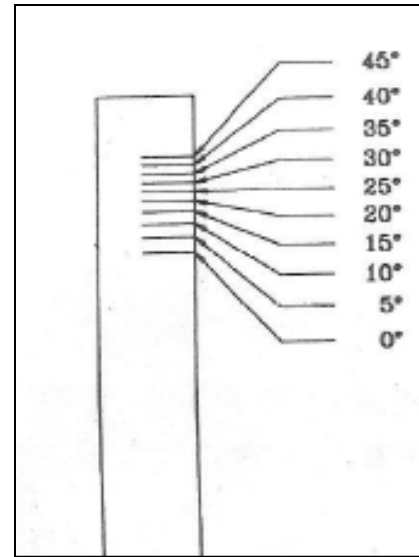

Figure 18
- ✓ Choisir l'angle d'affûtage (Fig. 18):